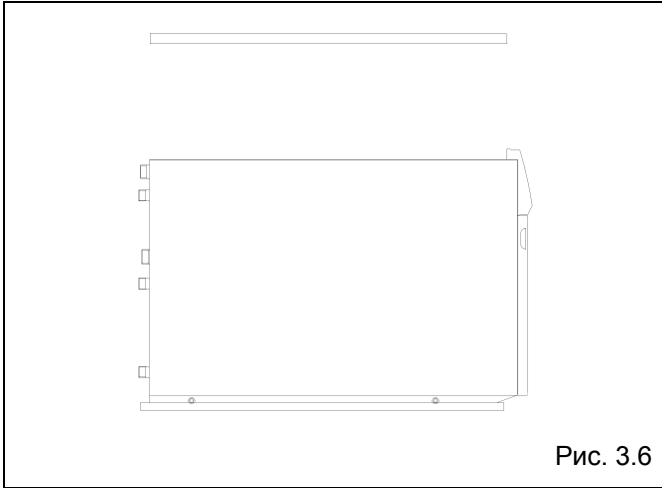

Рис. 3.6
- снимите верхнюю панель облицовки (рис. 3.6)